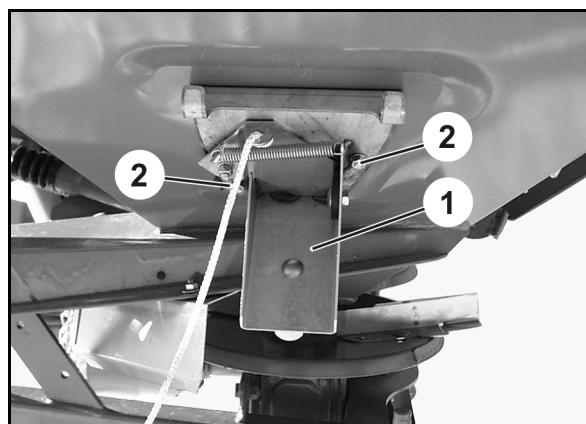

Fig. 42
2. Monter utløpsrennen (Fig. 42/1) med festeskruene (Fig. 42/2).